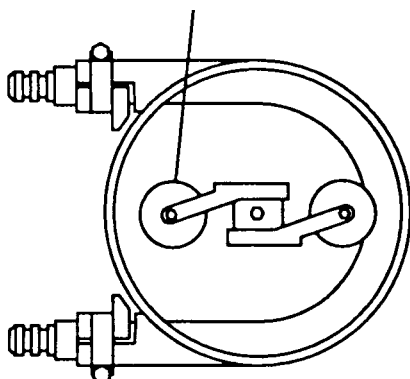

Fig. 5
2. Lossa lätt på skruven(arna) på beslaget för den ena tryckrullen så att rullen inte pressar samman slangen när pumpen är igång. Se fig. 5.